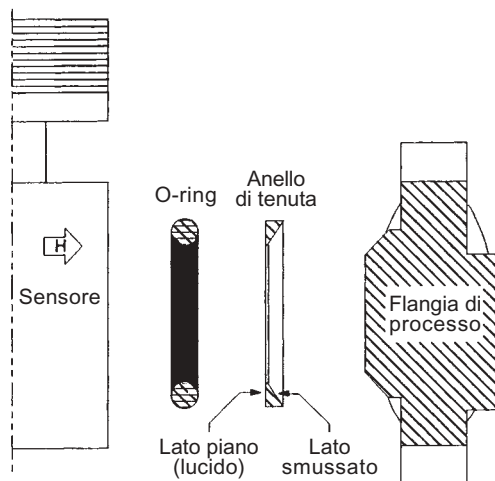

Fig. 5.2 - Montaggio degli anelli di tenuta
Nei trasmettitori per alta pressione A5, M5, M6 e di alta pressione statica H2, H3, H4, H5 e per i sensori con diaframmi in Tantalio che usano O-ring in Buna-N o Viton, devono essere impiegati gli anelli di tenuta metallici (28) per evitare l'estrusione degli O-ring. Essi però non vanno usati quando si usano O-rings in Teflon o flange con inserti Kynar (PVDF). Fare attenzione a non piegare gli anelli e verificare che non presentino ondulazioni, fessure ecc. La faccia piana, che è più lucida di quella smussata, va montata contro l'O-ring (Fig. 5.2). Nei modelli con O-ring in Teflon vanno usati O-ring a molla. Vedere l'elenco delle parti di ricambio per il numero di parte appropriato.